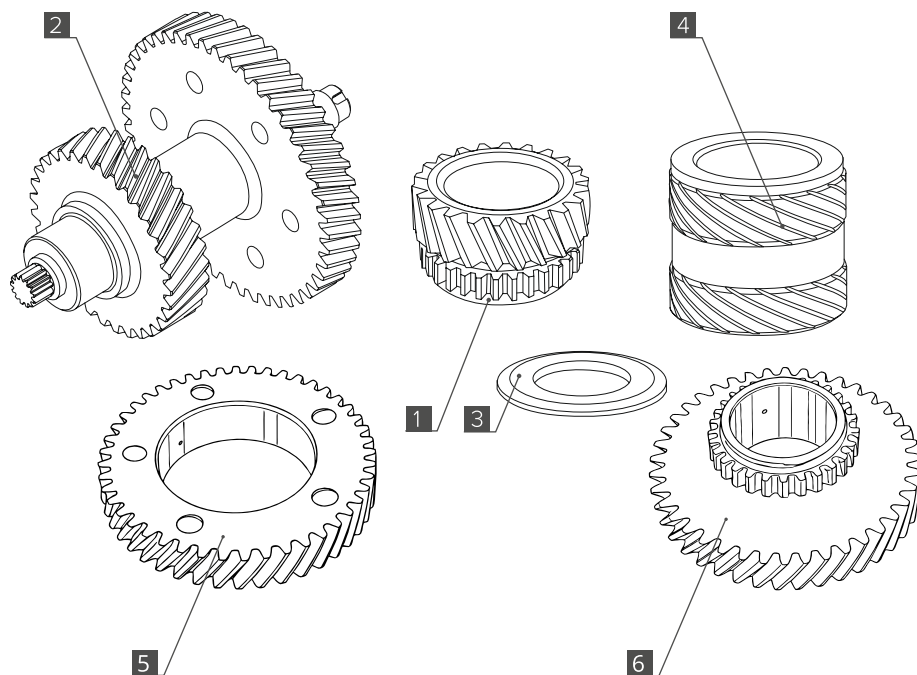

Рис. 1
**Элементы понижающего комплекта (Рис. 1):**